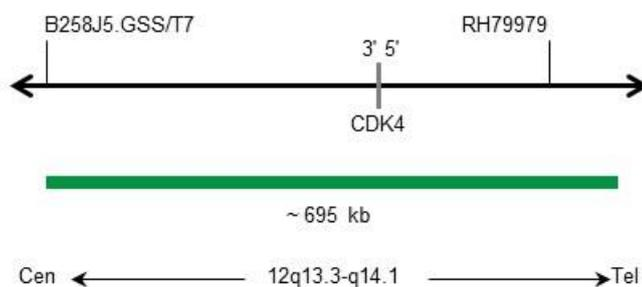

Fig. 1 : Carte de la sonde SPEC CDK4 (pas à l'échelle)
- Polynucléotides marqués au ZyGreen (excitation 503 nm/émission 528 nm) (~10 ng/ μ l), qui ciblent une séquence de 12q13.3-q14.1* (chr12:57,740,440-58,435,534) hébergeant la région du gène CDK4 (voir figure 1).